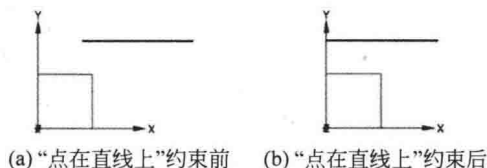

图 1-32 “点在直线上”约束
- 点在直线上：单击“点在直线上”按钮, 选取直线的端点及 Y 轴, 系统将直线的端点约束到 Y 轴上, 如图 1-32 所示。